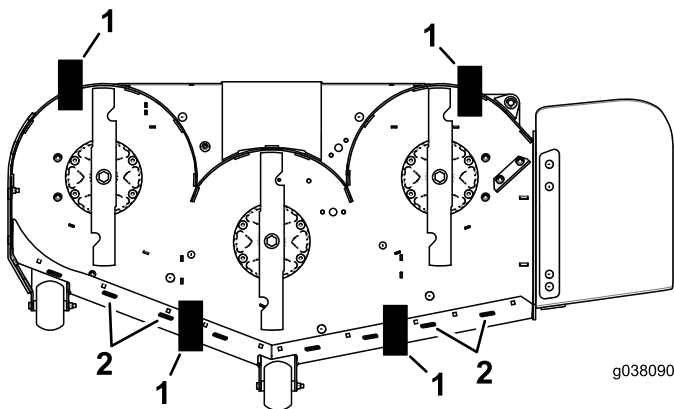

Figura 85
10. Coloque 2 bloques (ver Altura de bloque y soporte) debajo del borde trasero del faldón de la carcasa de corte, uno en cada lado de la carcasa de corte (Figura 85).